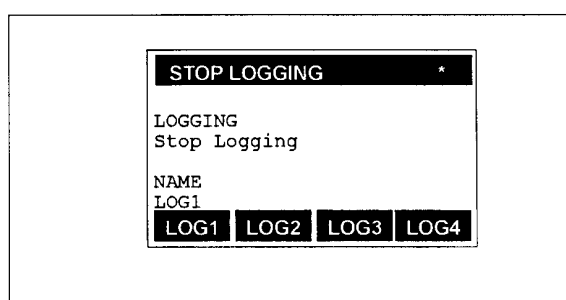

図 6-3： STOP を選択した後の表示画面
2. [F3],STOP を押します。図 6-3 のような画面が表示されます。